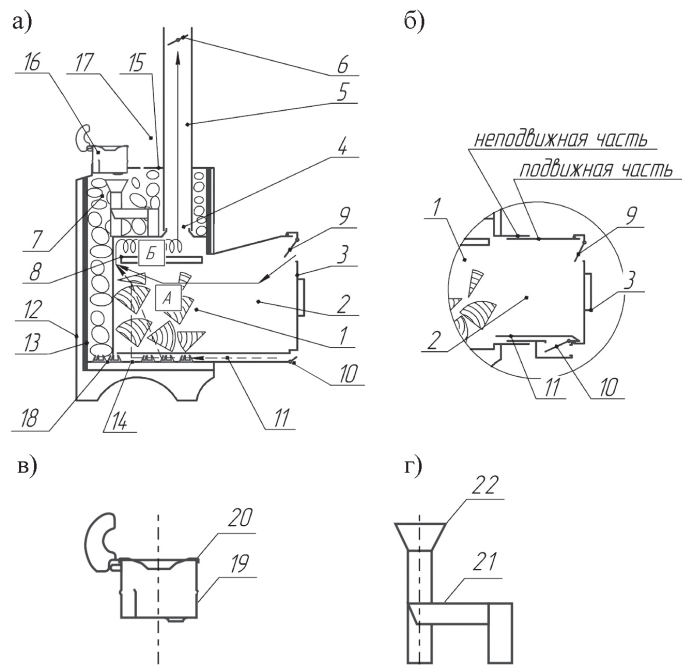
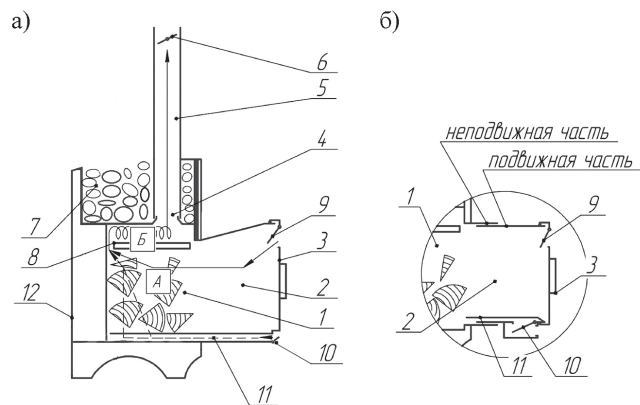

Рисунок 5.1.1. Принципиальные схемы.
Рисунок 5.1.2. Принципиальные схемы.
**5.1.** Печи для бани ( рис. 5.1.1 и рис. 5.1.2, а) включает следующие основные элементы: топка 1 тоннель 2, дверца 3, выходной патрубок 4, дымоотводящий канал 5 с шибером 6 и емкость 7 для камней. В топке 1 смонтирован дымовой зуб-завихритель пламени 8. Основной воздухозаборник 9 с регулируемой заслонкой расположен в верхней части дверцы 3, над экраном. Дополнительный воздухозаборник 10 с регулируемой заслонкой установлен внизу тоннеля 2. Там же смонтирован воздушный канал 11. Топка 1 и каменка 7 имеют общий защитный декоративный кожух 12. Подача воздуха в зону горения и регулирование интенсивности горения осуществляются через основной 9 и дополнительный 10 воздухозаборники. Шибер 6 предназначен для перекрытия дымового канала в неработающей печи.
*Внимание! Не забудьте, что паровую пушку 18 (рис. 5.1.1,г) устанавливают вместе с камнями. Причем на топку сначала укладывают 1...1,5 слоя камней, затем в специальные кронштейны (3 шт.) устанавливают паровую пушку 18 и фиксируют в заданном положении специальными отгибающимися «язычками», после чего закладывают полностью камнями весь объем каменки.*